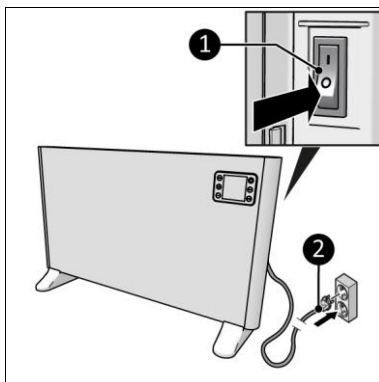

Figure 14
2. Assurez-vous que l'interrupteur ON/OFF est en position OFF (Figure 14, pos. 1).
3. Insérez la fiche d'alimentation (Figure 14, pos. 2) dans une prise murale reliée à la terre et facilement accessible. Utilisez une prise murale mise à la terre d'une puissance minimale de 2500 watts.